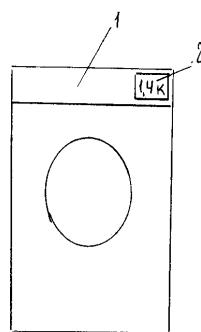

Рис.3
**Индикатор для электробытовых приборов** описан в патенте Германии 3932170. На бытовом электроприборе 1 (рис.3) (это может быть холодильник, пылесос, стиральная машина и даже утюг) устанавливают портативный электросчетчик с цифровой индикацией 2. Счетчик работает в режиме измерения количества израсходованной электроэнергии с момента включения прибора, а также может накапливать данные за все время эксплуатации и даже за определенный период времени. Все операции: измерение количества электроэнергии, хранение и накопление информации, подготовка данных для цифрового дисплея, осуществляются в одной микросхеме. Благодаря этому сам индикатор имеет малые габариты и стоимость.